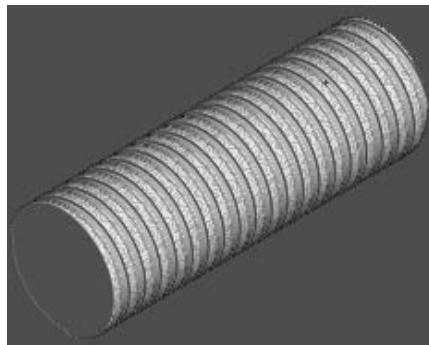

图 4-96 仿真加工结果 2
2) 在“仿真”工具栏的“当前刀具路径”下拉列表中选择要模拟的刀具路径 finish2, 然后单击“执行”按钮 $\triangleright$ , 系统开始自动仿真加工, 仿真加工结果如图 4-96 所示。